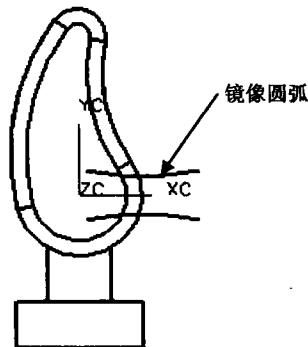

图 1-21 镜像圆弧
(2) 利用菜单“编辑”→“变换”→“用平面做镜像”→选用 XC-ZC 平面为镜像平面→“复制”生成镜像圆弧，结果如图 1-21 所示。